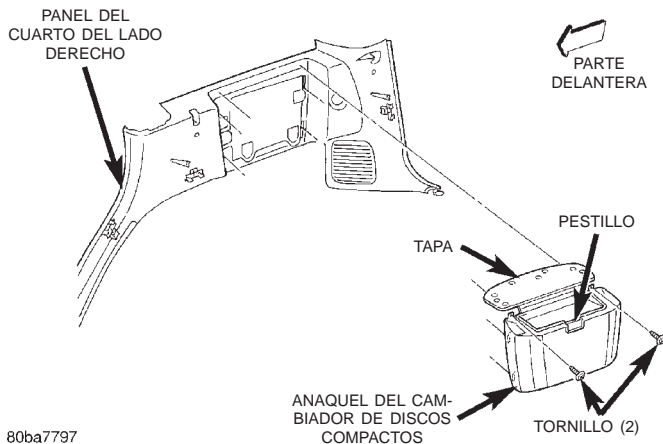

Fig. 5 Desmontaje e instalación del anaquele del cambiador de discos compactos
(1) Desconecte y aisle el cable negativo de la batería.
(2) Suelte el pestillo y abra la tapa del anaquele del cambiador de discos compactos en el panel del cuarto del lado derecho (Fig. 5).